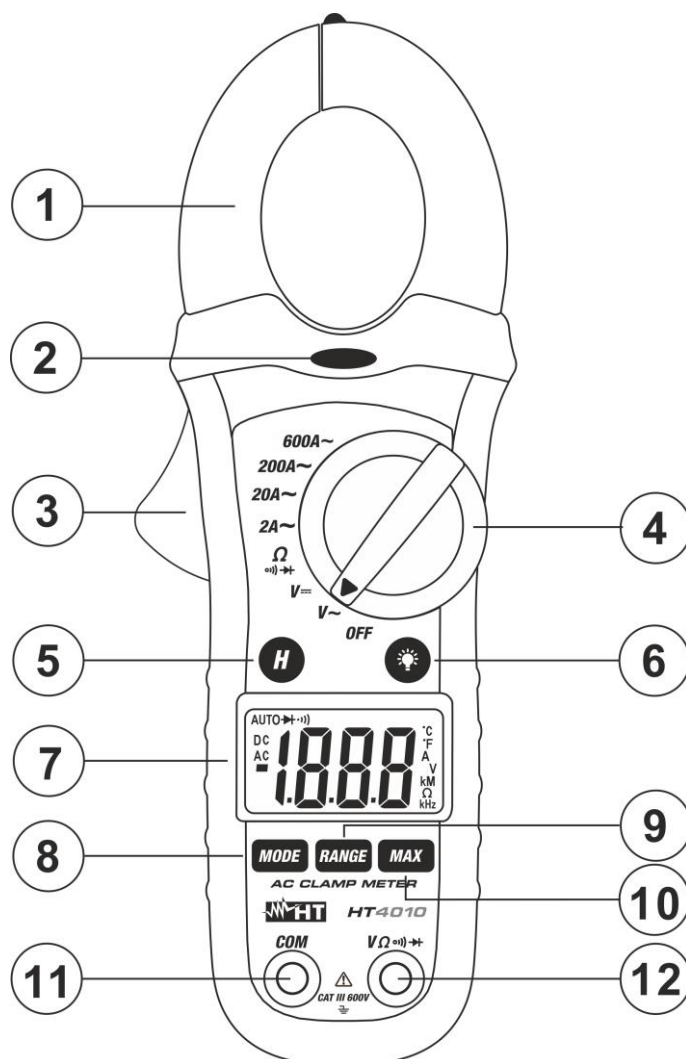

Fig. 1 Description de l'instrument
1. **La fonction NCV est toujours active même avec l'instrument éteint.** Approcher l'instrument d'une source CA et constater l'allumage du voyant rouge sur la partie haute (voir Fig. 1 – partie 2) qui signale sa présence
1. Approcher l'instrument d'une source CA et noter l'allumage de la DEL rouge à la base du tore (voir Fig. 1– partie 2) qui en souligne la présence.
1. Approcher l'instrument d'une source CA. L'allumage de la DEL rouge à la base du tore (voir la Fig. 1 – point 2) souligne la présence de tension.